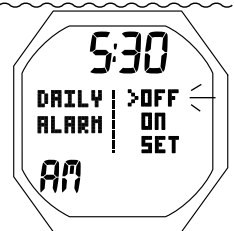

Fig. 8A - ALARME JOURNALIÈRE (état lors de l'accès)
**État de l'alarme journalière** : paramètres affichés (Fig. 8A)